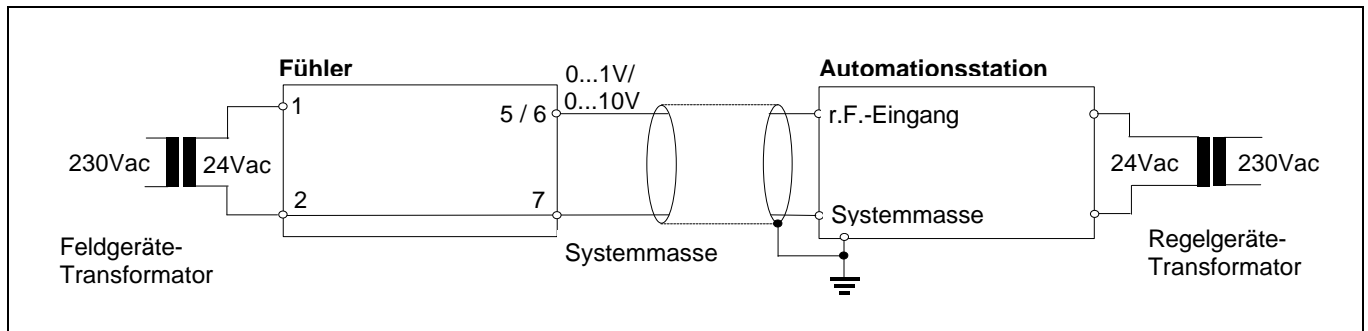

Abb. 3 Beschaltungs-Beispiel
- **Meßwertgeber und Automationsstation sind jeweils mit einem separaten Transformator zu versorgen (Abb. 3).**